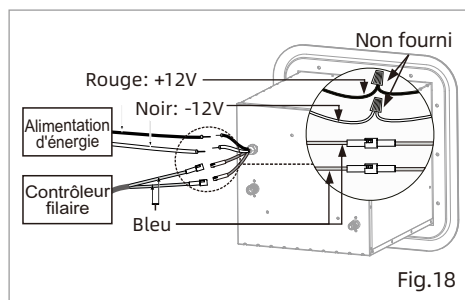

Fig.18
2. Branchez les fils d'alimentation (à l'arrière du chauffe-eau le fil rouge et le fil noir) à une source d'alimentation nominale appropriée de courant continu de 12 V. (Fig.18)
3. Branchez les fils de la commande murale (deux fils bleus sur l'appareil). (Fig.18)